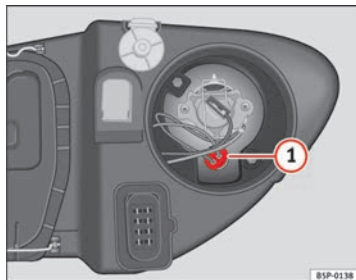

Abb. 193 Standlicht
- Den Lampenträger ⇒ Abb. 193 **1** herausnehmen.